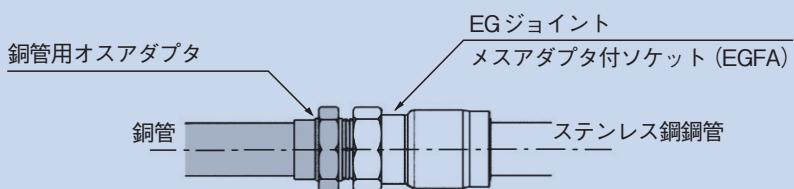

図3-5-3 銅管とのねじ接合
(2) 銅管との接合方法
- ねじで接合する場合は銅アダプタをおねじにし、EGジョイントはめねじ(EGFA)を使用します。(図3-5-3)